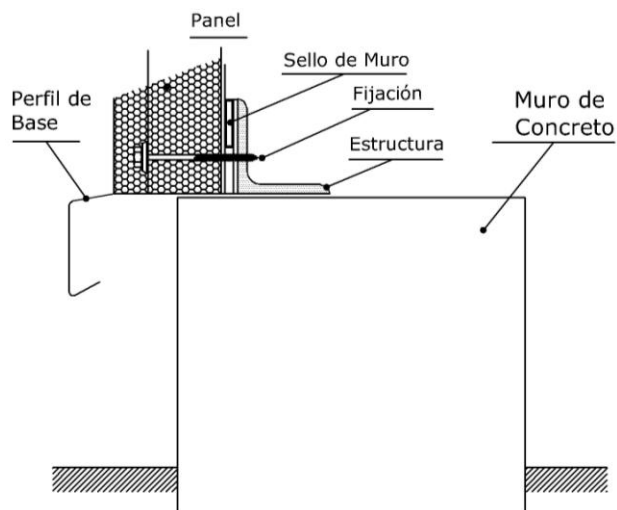

Fig. 6
- 4.3.6** Es recomendable interponer entre el perfil de base y los paneles un sello para evitar infiltraciones de aire. (Fig. 6)
**4.3.7** En el caso en que los paneles sean producidos con una película transparente autoadhesiva, ésta debe ser removida en tierra antes de la primera instalación. (Fig. 6)